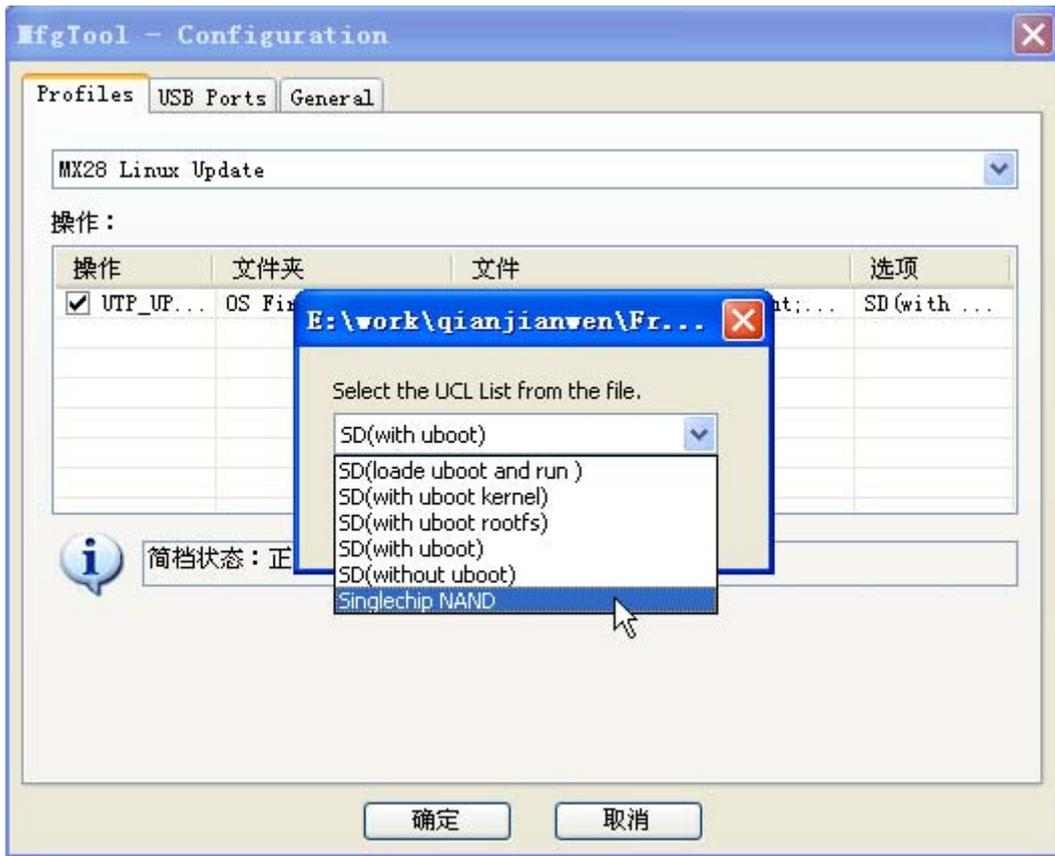

图 3.2 选择 Singlechip NAND
4. 在弹出的菜单中选择“Singlechip NAND”, 然后点击“OK”, 如图 3.2所示;